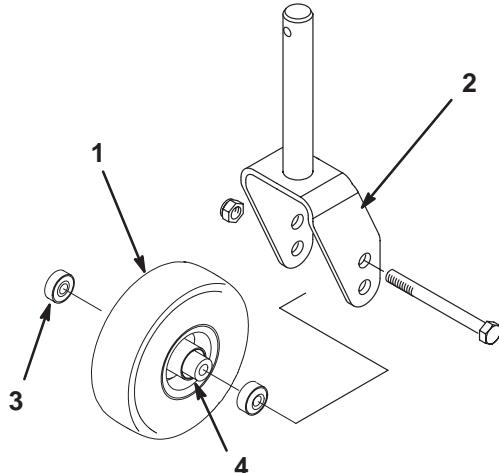
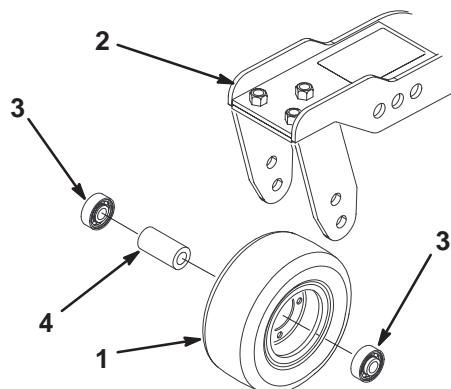

Figure 84
Figure 85
- Retirez le contre-écrou de la vis de fixation de l'ensemble roue pivotante entre la chape (Fig. 84) ou le bras pivotant (Fig. 85). Maintenez la roue pivotante et enlevez la vis de la chape ou du bras pivotant.
- Enlevez le roulement du moyeu de la roue et laissez tomber la douille d'écartement à l'extérieur (Fig. 84 et 85). Déposez le roulement de l'autre côté du moyeu.